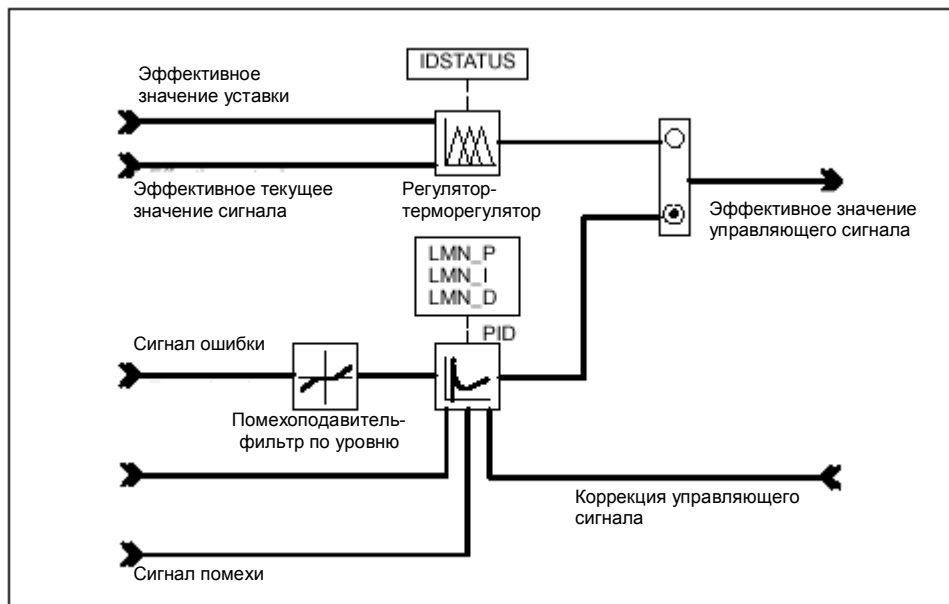

Рис. 7-17 Алгоритм управления и точки отображение сигналов
- IDSTATUS - отображение состояния терморегулятора сконфигурированного регулятора (см. рис. 7-17). Отображение IDSTATUS описано на стр. 3-53 в Разделе 3-8.
- LMN_P - "пропорциональный" компонент PID регулятора (см. рис. 7-17).
- LMN_I - "интегрирующий" компонент PID регулятора (см. рис. 7-17).
- LMN_D - "дифференцирующий" компонент PID регулятора (см. рис. 7-17).